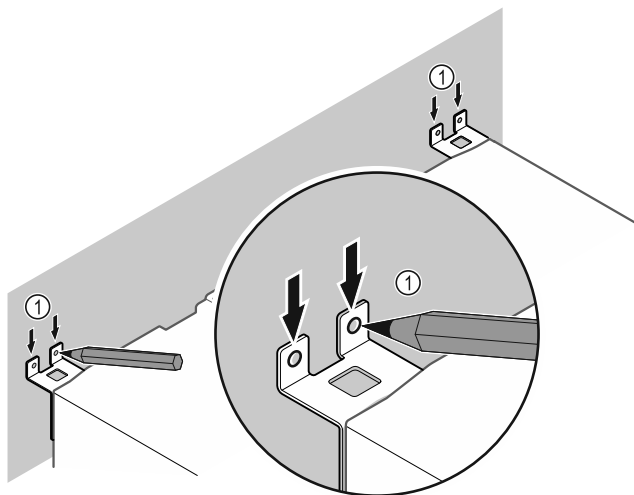

Fig. 51
- ▶ Сделайте метки на стене Fig. 51 (1).